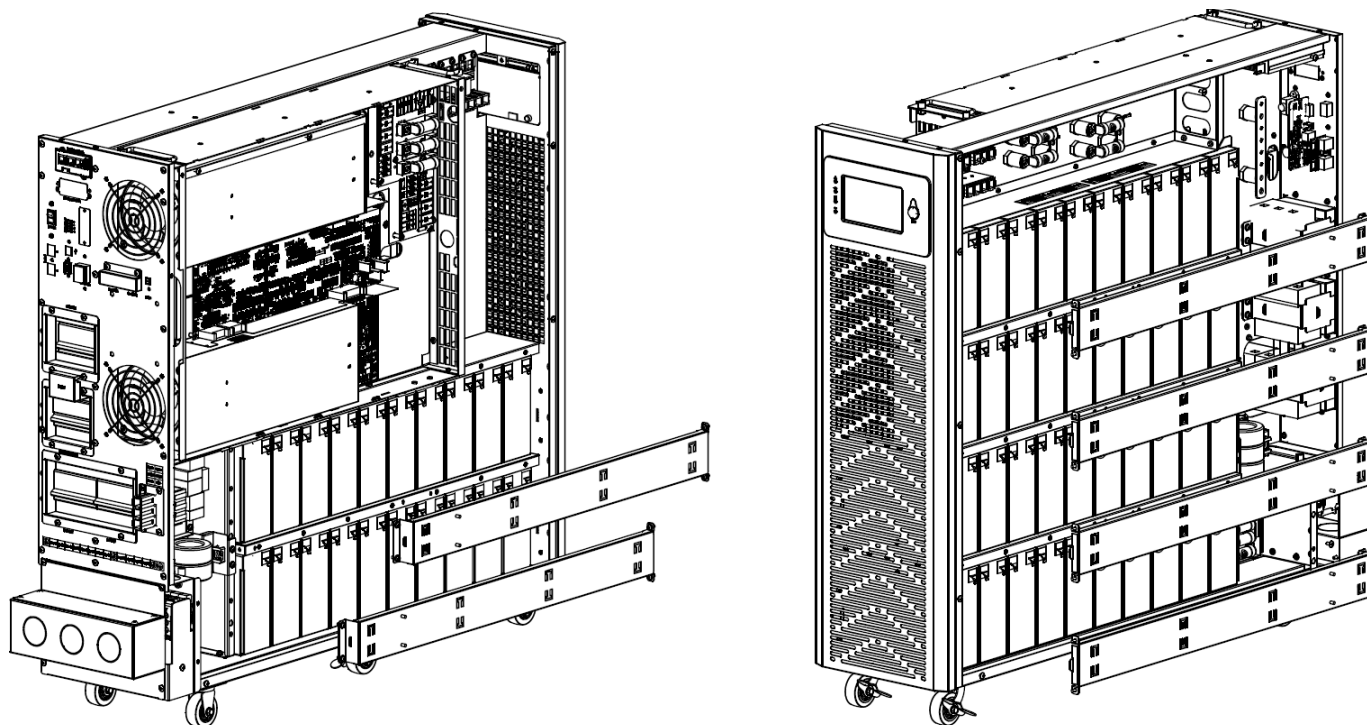

Figure 3-12 : Remettre les barres de support des batteries en place.
7. Remettre en place les six barres de support des batteries enlevées à l'étape 3 (Figure 3-12).